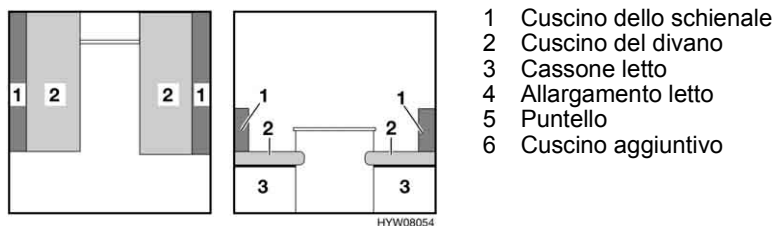

Fig. 63 Prima della trasformazione
- Riporre i cuscini dello schienale (Fig. 63,1).